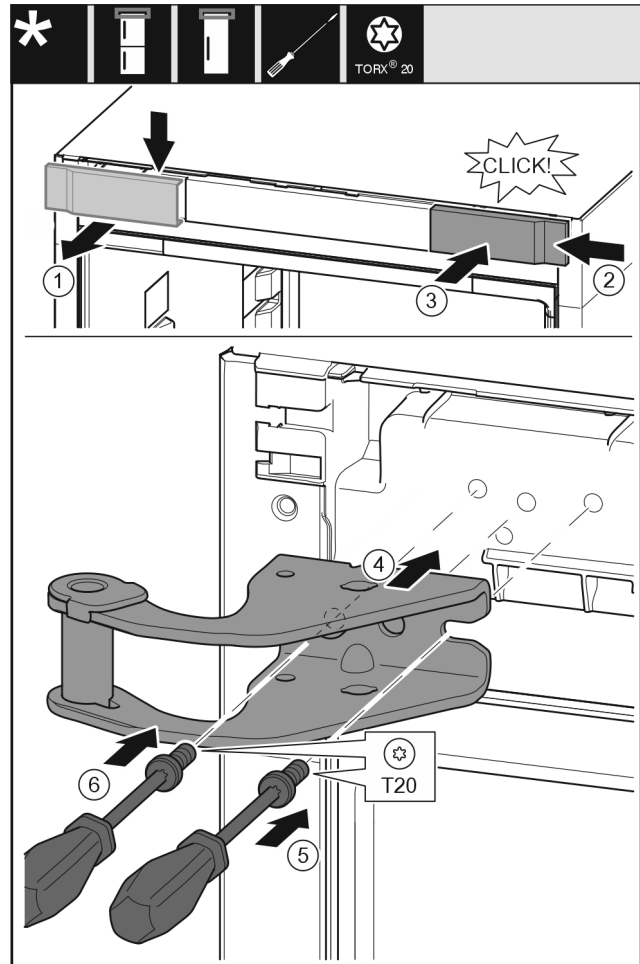

Fig. 10
- ▶ Снимите крышку сверху вперед. Fig. 10 (1)
- ▶ Навесьте крышку, повернув ее на 180°, справа с другой стороны. Fig. 10 (2)
- ▶ Зафиксируйте крышку. Fig. 10 (3)
- ▶ Установите верхний опорный кронштейн. Fig. 10 (4)
- ▶ Установите и затяните винт отверткой T20. Fig. 10 (5)
- ▶ Вставьте и затяните винт отверткой T20. Fig. 10 (6)